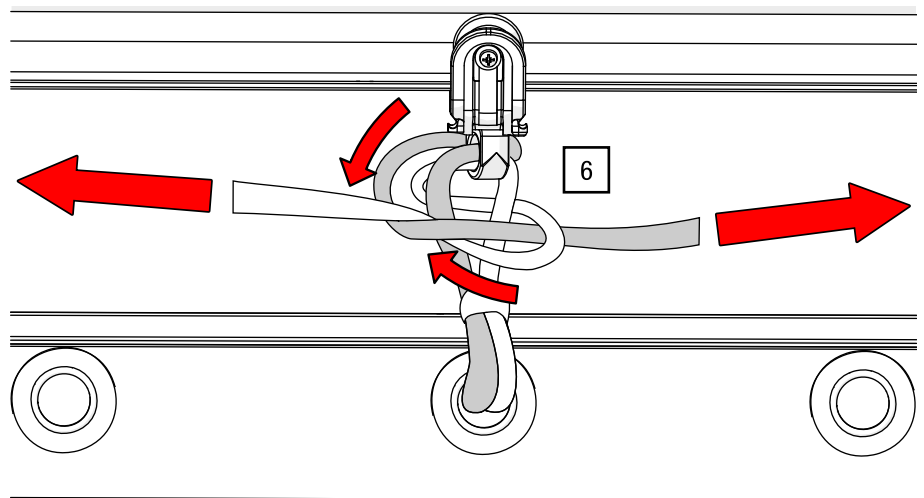

Abb. 61: Bindeband – erstmalig verknoten
6. Verknoten Sie die losen Enden vorne über Kreuz und ziehen Sie sie an (siehe Abb. 61).